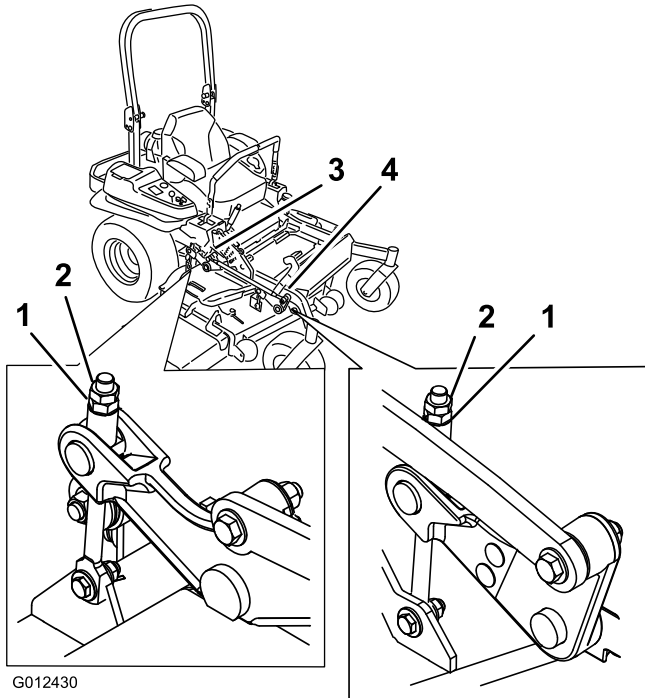

**Bild 90**
9. Messen Sie an beiden Seiten des Mähwerks den Abstand von der ebenen Fläche bis zur vorderen Messerspitze (Stellung A). Der Wert sollte 7,6 mm sein (Bild 90).
- Messen Sie an beiden Seiten des Mähwerks den Abstand von der ebenen Fläche bis zur hinteren Messerspitze (Stellung B). Der Wert sollte 8,3 cm sein (Bild 90).